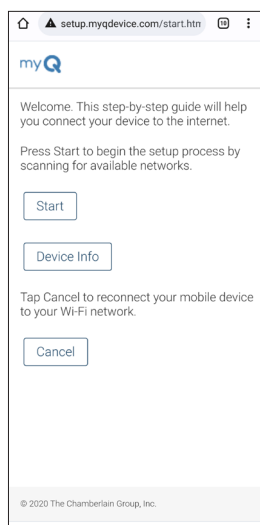

Figura 2
3. Abra el navegador web (por ejemplo, Edge o Chrome) e ingrese setup.myqdevice.com o 192.168.1.1. (Vea la Figura 2)